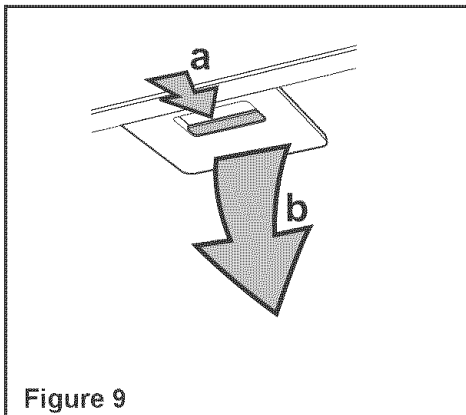

Figure 9
- Pousser chaque poignée au milieu et vers le bas (Figure 9).